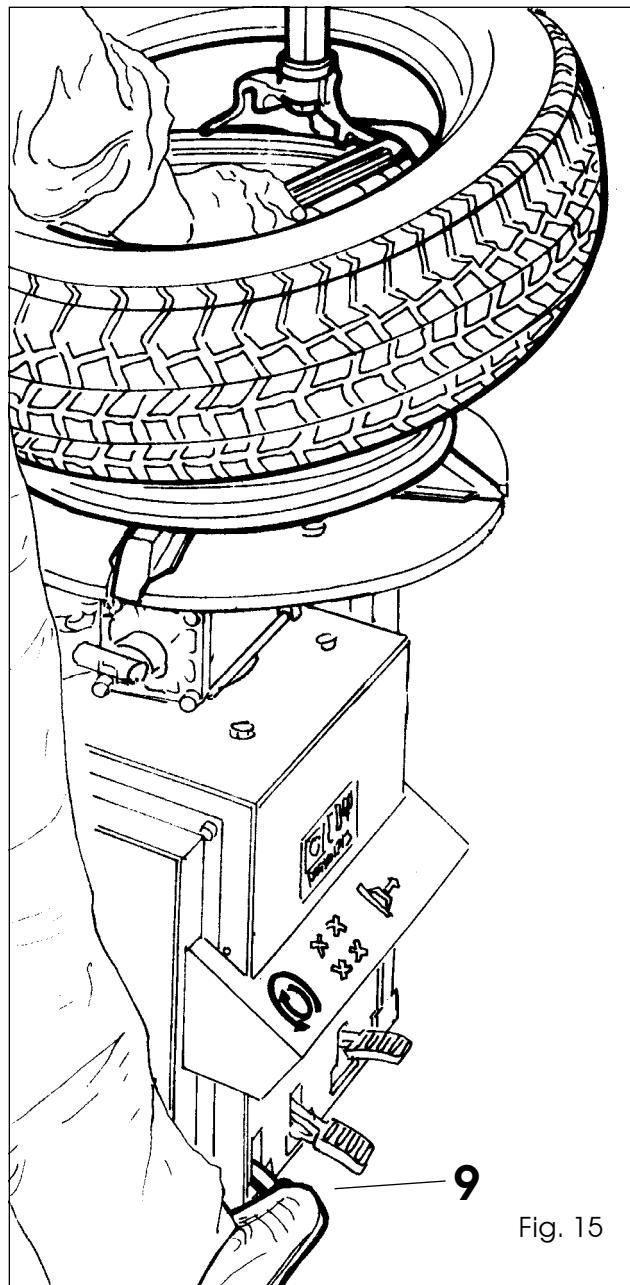

Fig. 15
- Appuyer sur la pédale du plateau (9 - Fig. 15) pour faire tourner le plateau dans le sens des aiguilles d'une montre. Le talon supérieur sera automatiquement guidé vers le haut au-dessus du bord de la jante. Répéter l'opération pour le talon inférieur. Dégager le bras oscillant et enlever le pneu.